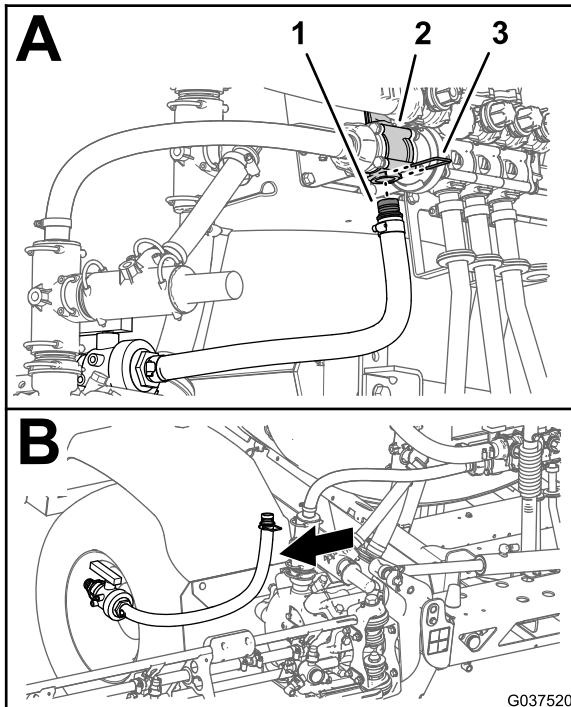

Figura 35
- Rimuovete il fermo che fissa il raccordo diritto dentellato del flessibile di alimentazione dell'agitatore alla valvola dell'agitatore (Figura 35).
- Rimuovete la valvola a sfera e il flessibile di alimentazione dell'agitatore dalla macchina (Figura 35).